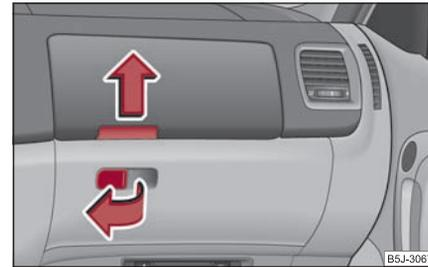

Abb. 103 Schalttafel: Ablagefächer auf der Beifahrerseite
- Ziehen Sie den Griff der Klappe in Pfeilrichtung ⇒ Abb. 103 und klappen Sie diese auf.